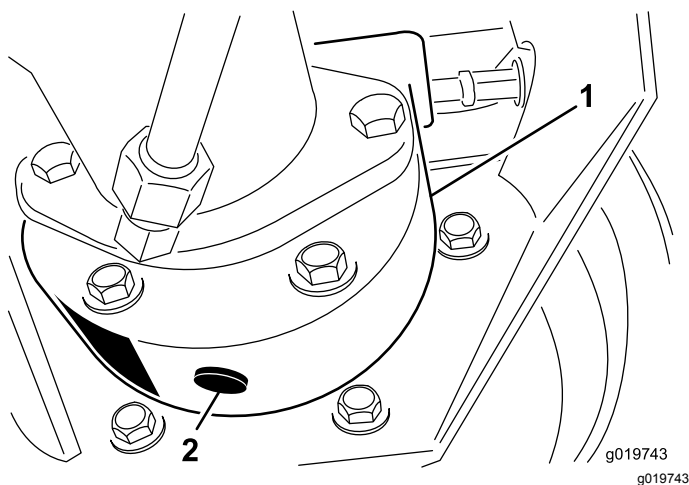

Рисунок 68
3. Подставьте поддон под корпус тормоза, снимите пробку сливного отверстия и дайте маслу стечь (Рисунок 68).